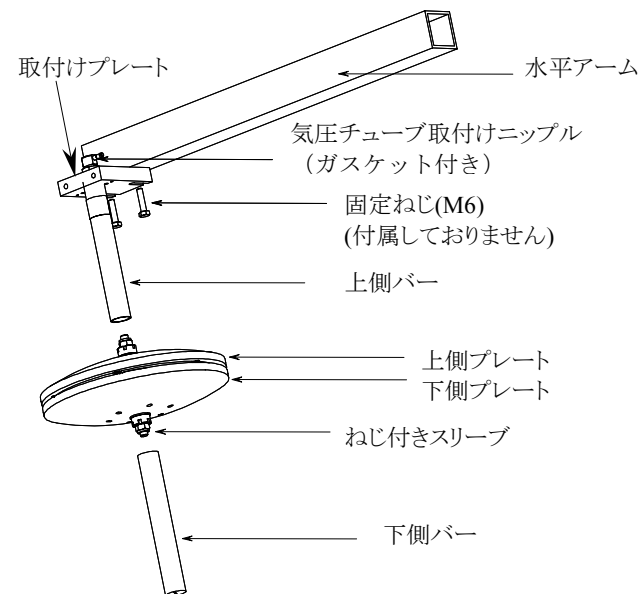

図 1. SPH10 取付け
1. 2 本の固定ねじ用いて、SPH10 を図 1 に示すようにポールへ固定します。
1. ねじ付きニップルとガスケットを外します(図 1 参照)。
気圧計の測定孔とねじ付きニップル(図 1)を内径 4 mm のチューブで接続します。